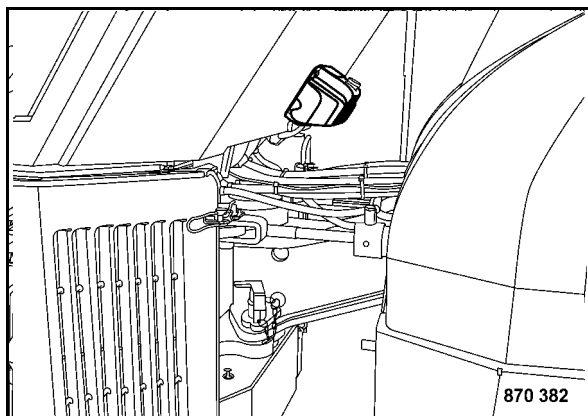

Fig. 210
- Controllare il livello del liquido nel serbatoio di riserva (Fig. 210), se necessario, rabboccare.